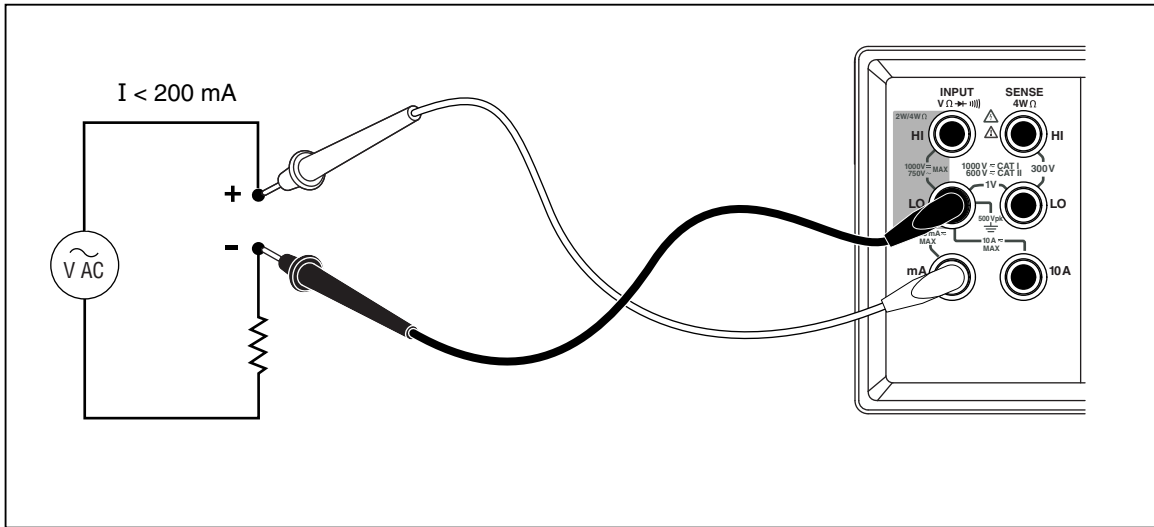

图 3-8。电流测量 <200 mA
4. 如果预计测量电流小于200 mA，可将测试线连接到200 mA 和 LO 端子，并断开10 A连接端子上的所有测试线。请见图 3-8。